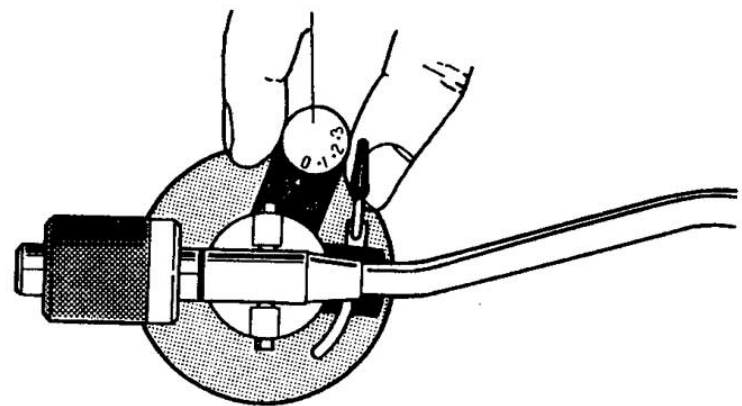

Abb. 8
Antiskatingeinrichtung auf Null (0), (Abb. 8).